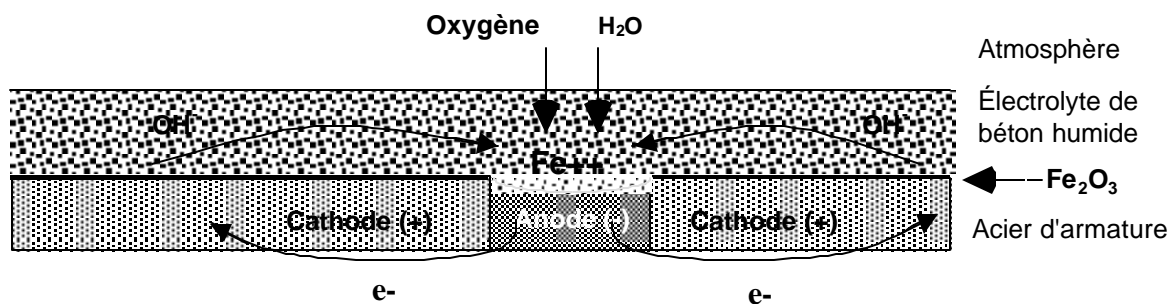

Fig. 2.104 - Représentation schématique du mécanisme de la corrosion des aciers d'armature dans le béton.
- Le milieu **électrolyte environnant (le béton)** assure le transport des ions par diffusion (Fig 2.104).